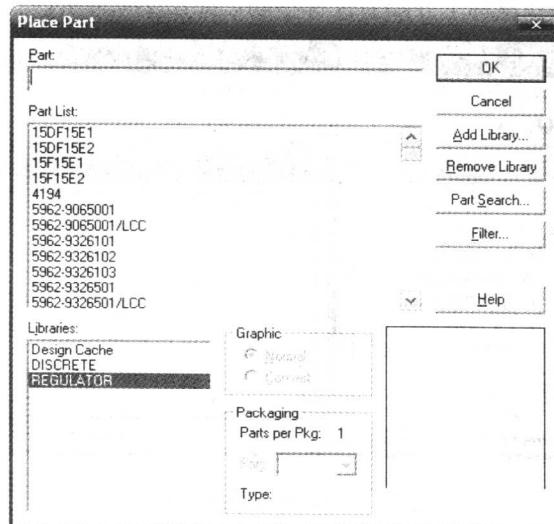
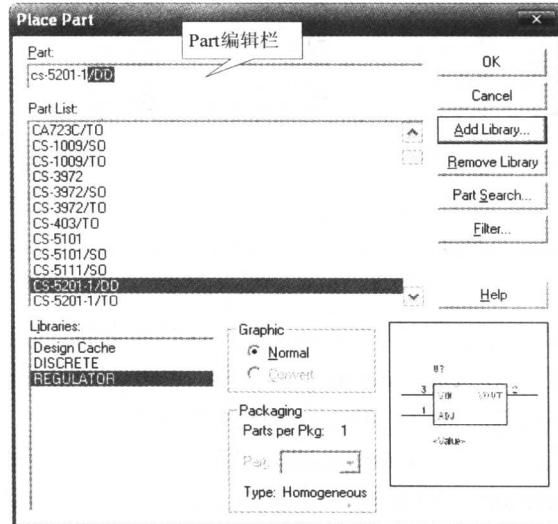
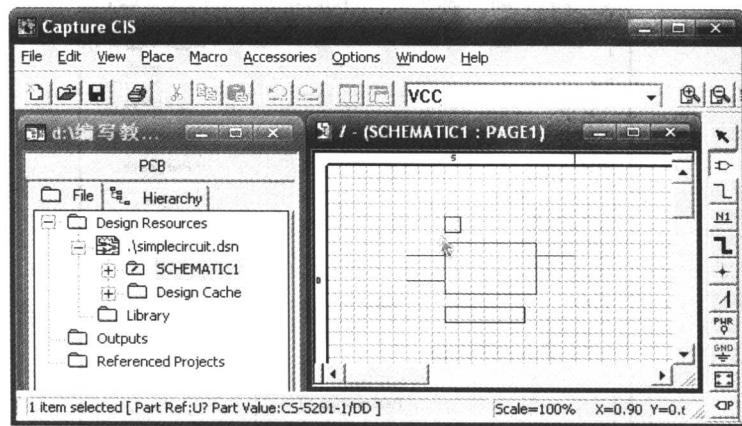

图 2-5 Place Part 对话框
图 2-6 在元件库中选中元件
图 2-7 粘在鼠标上的元件虚框
重复上述第 6 步和第 7 步，再把系统自带的 Regulator.olb 添加到 Place Part 对话框的 Libraries 列表框中，如图 2-5 所示。
如果已经关闭图 2-5 所示的 Place Part 对话框，则可以在原理图设计窗口为当前窗口的情况下，执行上述第 5 步，再次调出 Place Part 对话框。
8) 在图 2-5 所示的 Place Part 对话框中，选中 Libraries 列表框中的 REGULATOR 库文件，然后在 Part 编辑栏中输入 cs-5201-1/DD，这时 Place Part 对话框的右下方就会预览到元件 cs-5201-1/DD 形式，如图 2-6 所示。
9) 单击 OK 按钮，关闭图 2-6 所示 Place Part 对话框。这时在原理图设计窗口，元件 cs-5201-1/DD 的虚框就会粘在鼠标上并随着鼠标移动，如图 2-7 所示。